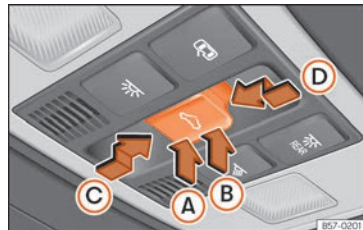

Abb. 90 Im Dachhimmel: Taste des Glasdachs.
Die Taste  Abb. 90 hat zwei Stufen. In der ersten Stufe kann das Glasdach ausgestellt sowie ganz oder teilweise geöffnet oder geschlossen werden.
- **Glasdach:** 5 Sekunden ab der Aktivierung des Einklemmschutzes verstreichen, drücken Sie die Taste ⇄ »» Abb. 90 bis zur zweiten Stufe in Pfeilrichtung »» Abb. 90 Ⓛ bis das Dach vollständig schließt.